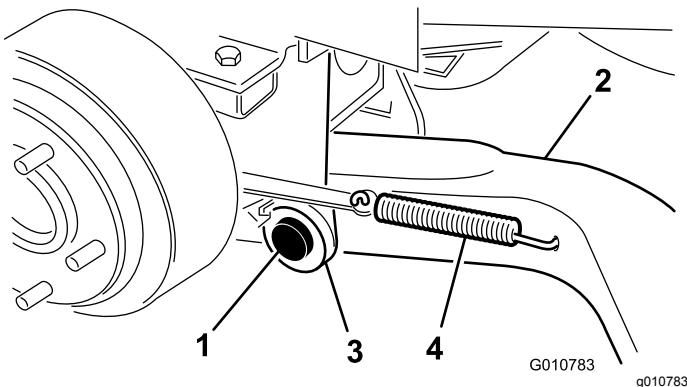

Figura 5
- Monte un brazo de elevación (con el extremo de la articulación esférica hacia fuera) en el soporte de giro con un pasador de giro y una chaveta (5/32 x 1¼") (Figura 5).
- Enganche el muelle de retorno del freno en el taladro del brazo de elevación (Figura 5).